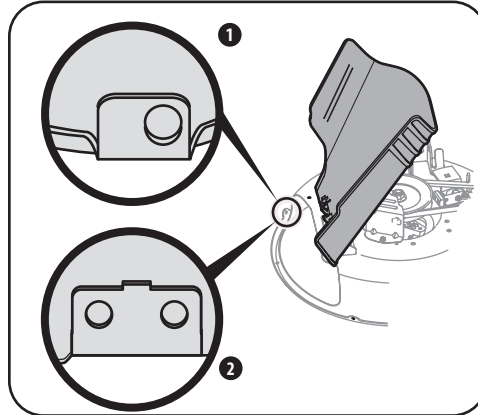

Figura 4-10
- Determine si la plataforma es de un modelo de 42" o 46". Como se muestra en la Figura 4-10, una plataforma de 46" tendrá una lengüeta de montaje con 1 orificio (1), mientras que una plataforma de 42" tendrá una lengüeta de montaje con 2 orificios (2).